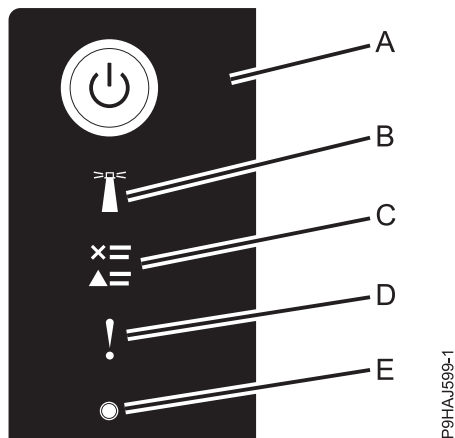

Figura 12. LED de tauler de control
- El LED d'alimentació (A), tal com mostra la figura següent, parpelleja.
3. Premeu el botó d'encesa (A) al panell de control, tal com es mostra a la Figura 12 a la pàgina 26.